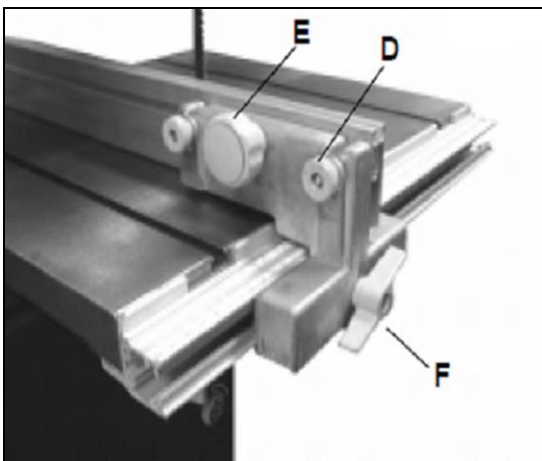

Fig 8
Monter anslaget forlænger (C) til anslaget støbning (B) med to små riflede knopper og M6 x 40 skruer (D) og brug de store knopper (E) til justering og for at låse i position. (Se Fig 8)